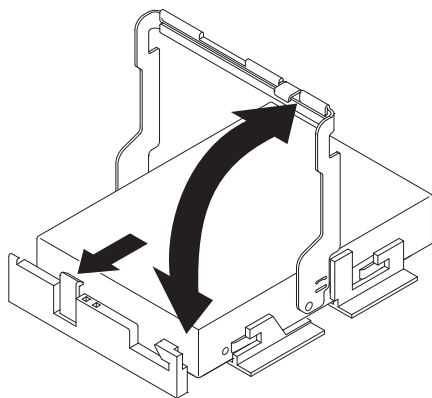

図 75. ドライブ・ハンドルの引き上げ
- a. 118 ページの図 75 のように、ドライブ・ハンドルを垂直位置に引き上げます。